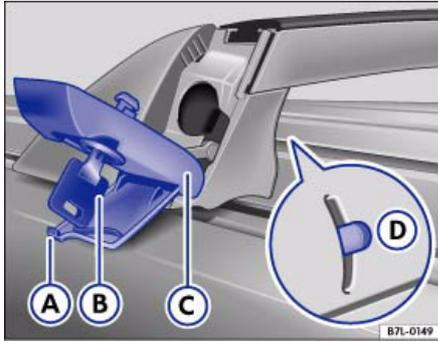

Abb. 86 Seitlich am Grundträger: Abschließbare Entriegelung (C)
4. Zum Verriegeln der abgenommenen Grundträger drücken Sie den kleinen Hebel \Rightarrow Abb. 86  an der Innenseite jedes Sockels ganz nach unten und verriegeln Sie den Grundträger.